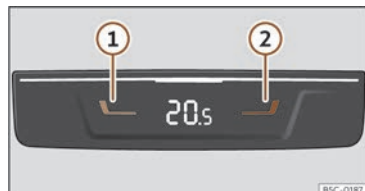

Fig. 110 A la part posterior de la consola central: comandaments per a les places del darrere.
- Premeu les tecles  y  >>> **fig. 110** per ajustar la temperatura de la zona posterior.